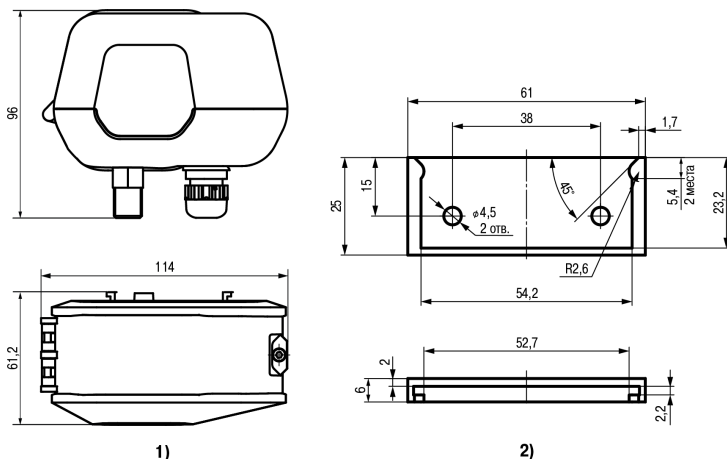

Рисунок 4.1 – Габаритные и присоединительные размеры прибора (1) и кронштейна (2)
- габаритные и присоединительные размеры на технологическом объекте соответствуют размерам прибора (см. рисунок 4.1);